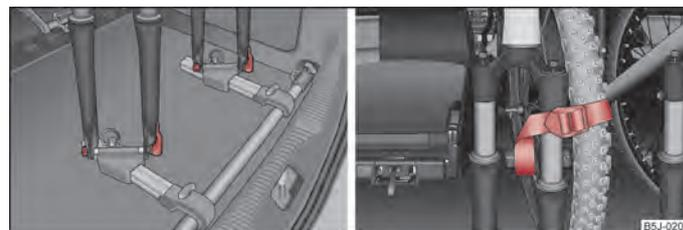

Fig. 55 Montar la bicicleta/fijación de la rueda delantera
- Coloque la horquilla de la bicicleta sobre el eje de fijación y fijela mediante la sujeción rápida → fig. 55 (izquierda).
- Lo mejor es que coloque la rueda delantera desmontada entre la biela del pedal izquierdo y el marco de la bicicleta. Fijela mediante una cinta de sujeción a la horquilla delantera → fig. 55 (derecha), o bien a uno de los puntos de sujeción.